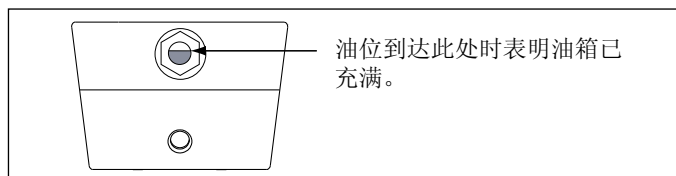

图 5 — 观察孔
启动前检查泵的油位，必要时，从盖板上拔掉 SAE #10 塞，然后给泵加油（见图 3）。油位如图 5 所示时油箱满。
2. 适合使用 Enerpac S 和 W 扭矩扳手及其他品牌扭矩扳手的 (-Q) 型泵：使用标有“Enerpac THQ-700 series - 700 bar/10,000 psi max”的软管。接头必须按照图 5 所示进行极化处理，以确保扳手操作正确性。操作前确保接头完全啮合并已拧紧。如果接头只是部分啮合，将会妨碍扳手正确操作。